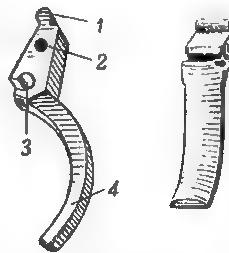

Рис. 36. Спусковой крю-
37. Спусковой крючок (рис. 36) служит для приведения в действие частей ударно-спускового механизма. Он имеет: головку для соединения со спусковой тягой; от-